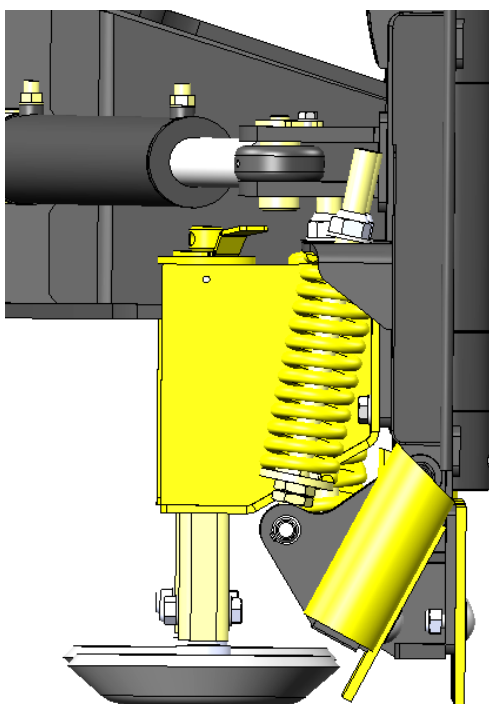

Bild 18. Skäret undviker hinder
- Vid en kollision gör bladramarna en undanmanöver bakåt (bild 18) tack vare ACS, varvid bladramen hoppar över hindret.